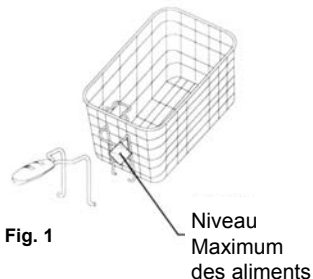

Fig. 1
- Utiliser la poignée du panier pour retirer le panier de friture. Toujours s'assurer que la poignée du panier est solidement fixée sur le panier. Pour attacher la poignée sur le panier, insérer la partie métallique de la poignée à l'intérieur du support métallique sur le panier de friture. (Fig. 1)